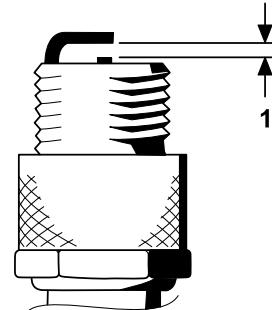

Bild 31
4. Stellen Sie den Abstand zwischen der mittleren und seitlichen Elektrode auf 0,76 mm ein, wie in Bild 31 dargestellt.